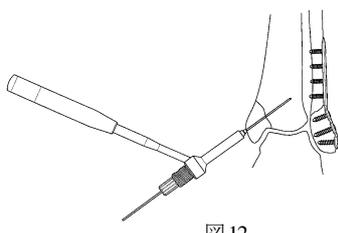

図12
- 2) 骨折部の修復後、経皮的挿入器又はパラレルガイドを用いて、1.3 ガイドピンを適位深さまで刺入します。(図12)